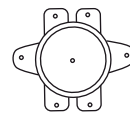

Рис. 15
- для горизонтальных водонагревателей серии FE2/FE4/FE6: нажать до щелчка кнопку, расположенную по центру термовыключателя, который находится рядом с ТЭНом (имеет круглую форму), рис.15;